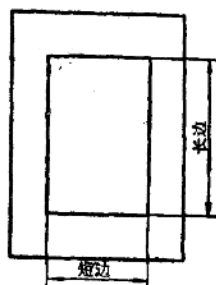

图7-3-1 变压器窗口
(2) 测量铁心窗口的面积 变压器铁心窗口都是长方形的，见图 7-3-1。